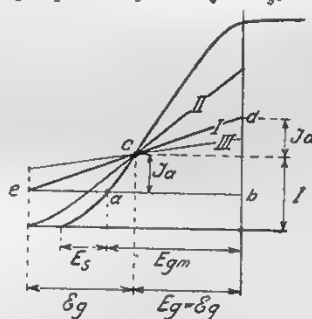

Рис. 8.
Обратимся к рис. 8. На нем изображена статическая характеристика некоторой лампы при анодном напряжении  $E_a$ . Мы видим, что начиная от точки „а“, и выше, характеристика вплоть до верхнего загиба идет почти совершенно прямолинейно. Ниже точки „а“ характеристика имеет также загиб, поэтому в этом участке уже работать нельзя. Таким образом, чертой  $ab$  устанавливается нижний предел, ниже которого спускаться нельзя.
Допустим, что мы дали некоторое отрицательное напряжение на сетку лампы равное  $E_{g0}$  (см. рис. 8). Так как пределом раскочки у нас служит нуль на сетку, то амплитуда переменного напряжения на сетку не должна превышать  $E_{g0}$ . Если мы даем наибольшую допустимую раскочку то  $E_g = E_{g0}$ .
Не трудно определить, чему равна наибольшая допустимая величина раскочки  $E_g$ . Из рис. 8 имеем:
Постоянное отрицательное напряжение на сетку  $E_{g0}$ , как мы видели выше, должно быть равным  $E_g$ . Таким образом, ф-ла (9) даст нам возможность очень быстро определить режим лампы для любой внешней нагрузки. Для этого берется статическая характеристика лампы при анодном напряжении  $E_a$ , проводится черта  $ab$ , отсекающая нижнюю криволинейную часть статической характеристики. Далее по чертежу определяется величина  $E_{gmin}$ . Вычисленная по формуле (9) величина  $E_g$  откладывается на чертеже и сразу же получается величина постоянной слагающей тока  $I_n$  (см. рис. 8). Переменная слагающая тока  $J_a$  определяется по ф-ле (8).